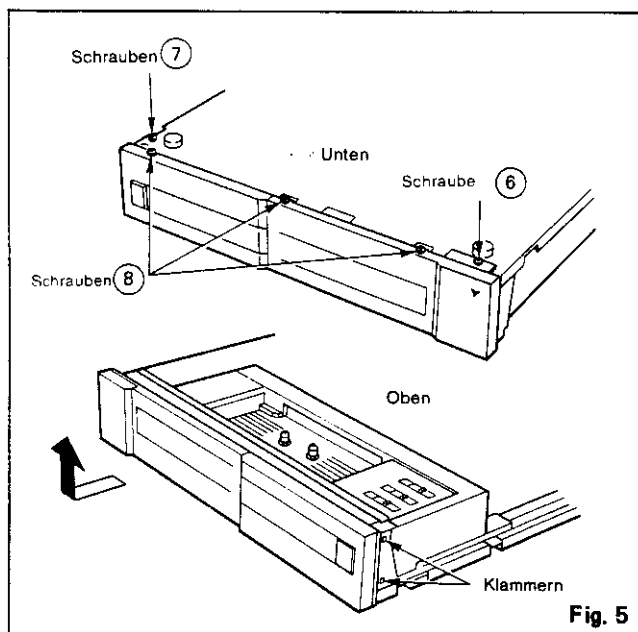

Fig. 5
- 1) Entfernen Sie die Befestigungsschraube 6 und lösen Sie die Schraube 7 (siehe Abb. 5).
- 1) Entfernen Sie die drei Schrauben 8 (Abb. 5.)